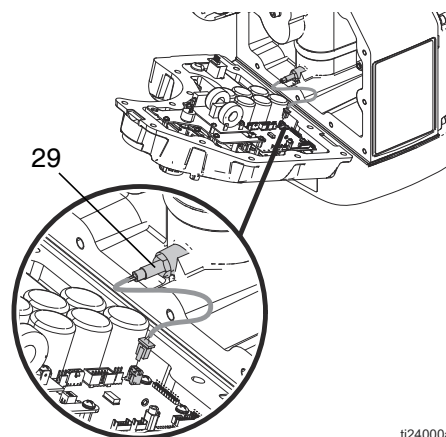

ABB. 20: Hubpositionsdraht
- Draht des Hubpositionssensors (29). Siehe ABB. 20 auf Seite 17.